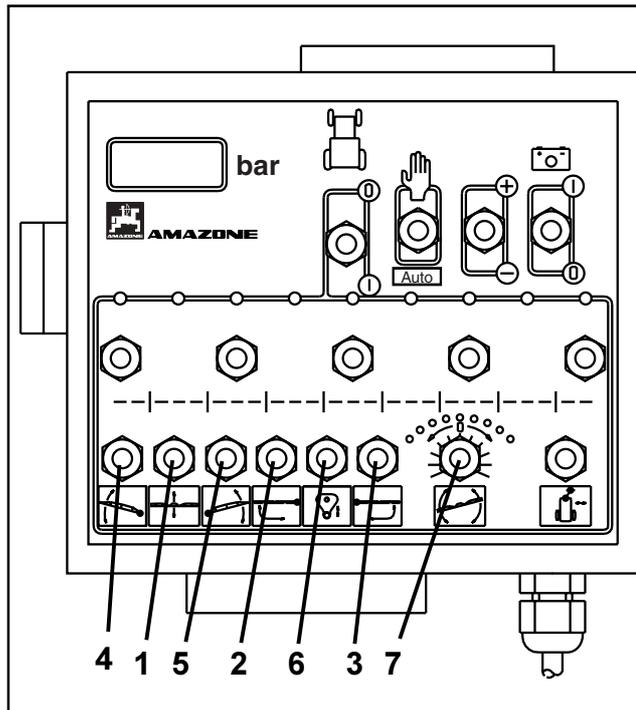

Fig. 8.28
- Maintenez les interrupteurs (fig. 8.28/2 et 8.28/3) sur la position "Replier" jusqu'à ce que tous les tronçons de la rampe soient totalement repliés et les deux faisceaux de bras repliés relevés obliquement.
- Maintenez les interrupteurs (fig. 8.28/4 et 8.28/5) sur la position "relever" jusqu'à ce que les deux faisceaux de bras de rampe soient relevés obliquement.